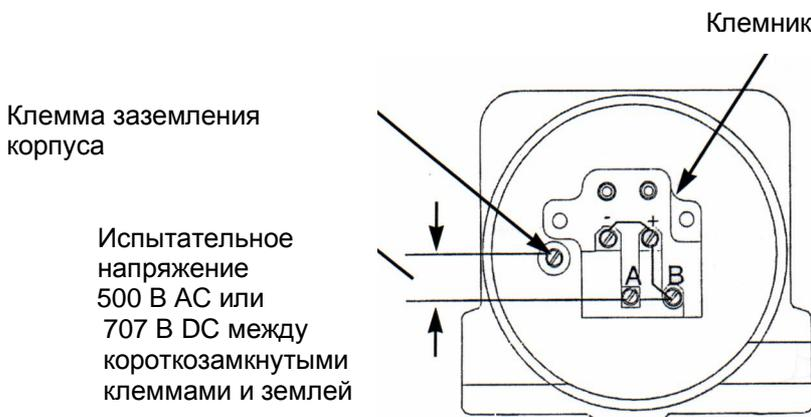

Рисунок 27. Схема испытаний изоляции на электрическую прочность после сборки
Чтобы убедиться, что во внутренней проводке нет повреждений, следует провести испытание изоляции повышенным напряжением 500 В переменного тока или 707 В постоянного тока в течение 1 минуты между короткозамкнутыми входными клеммами (+), (-), (A), (B) и заземлением корпуса. См. рисунок 27.